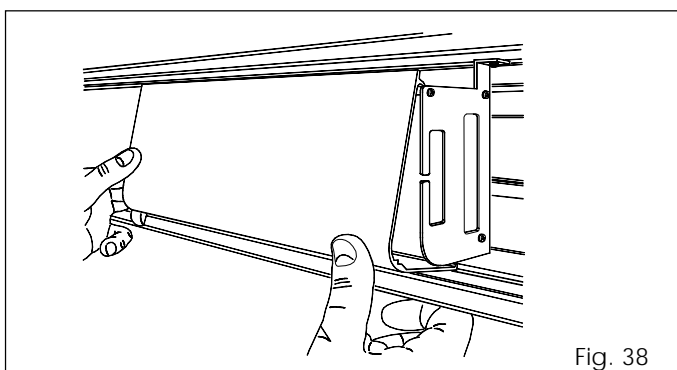

Fig. 38
- Om hem terug te plaatsen, moet hij aan de bovenkant worden vastgehaakt en worden aangedrukt zoals op fig. 38.